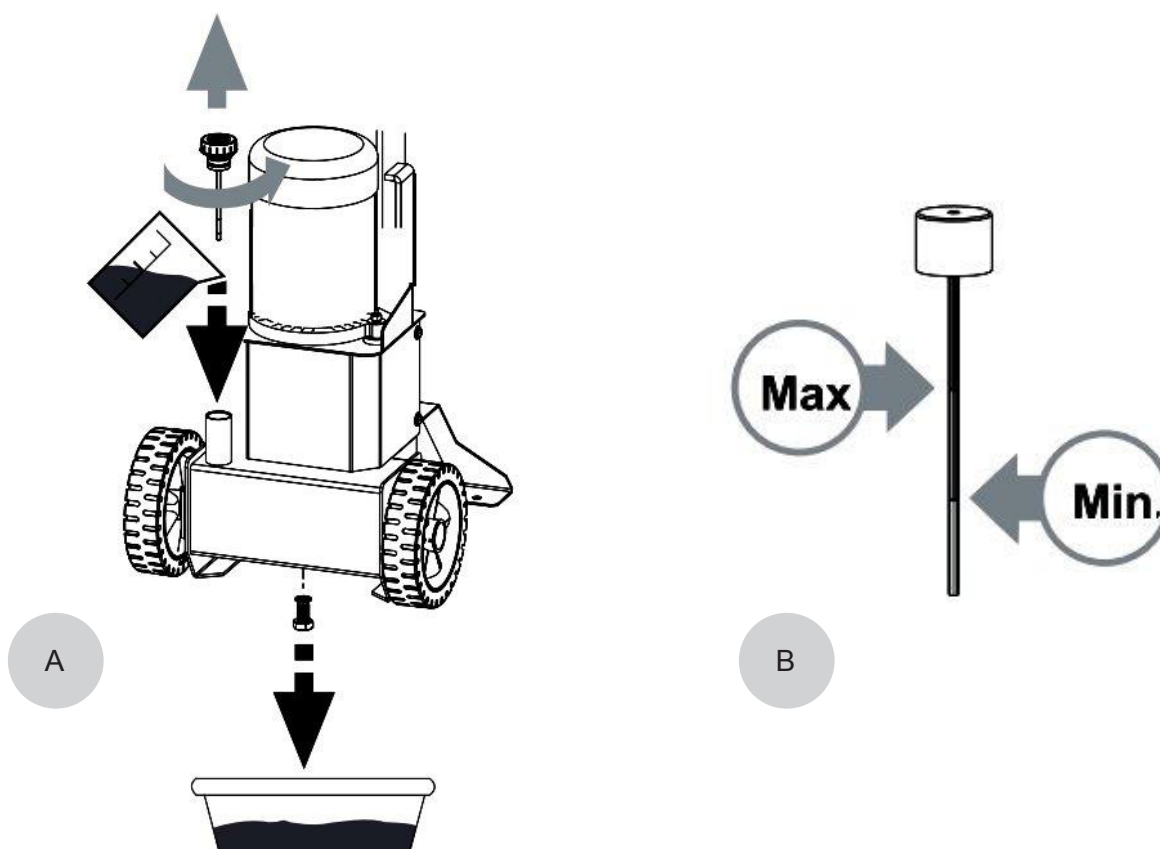

Рис.9
ЗАМЕНА МАСЛА (РИС.9А, В)
3. Открутите болт сливного отверстия и слейте масло в подходящую емкость Рис.9А. Закрутите болт.
5. Проверьте, чтобы уровень масла соответствовал верхней отметке на щупе (Рис.9В). Низкий уровень масла приведет к повреждению масляного насоса. Высокий уровень масла приведет к перегреву гидравлической системы.